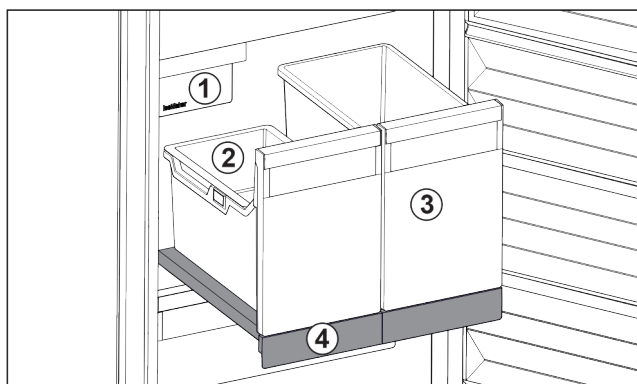

Fig. 88 Выдвижная панель с IceTower
- (1) IceMaker
- (2) Подвесной лоток для кубиков льда
- (3) Контейнеры для пиццы, алкогольных напитков
- (4) Выдвижная панель
На выдвижной панели находятся два высоких контейнера (IceTower). В контейнере Fig. 88 (2) собираются и хранятся кубики льда из IceMaker. Контейнер Fig. 88 (3) подходит для хранения высоких продуктов, таких, как пицца или алкогольные напитки.